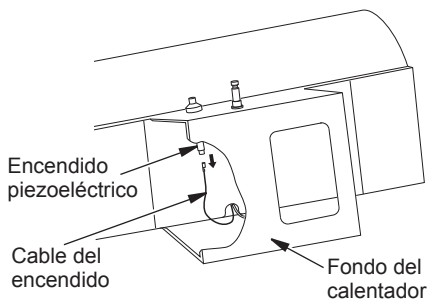

Figura 12 - Extracción del cable del encendido piezoeléctrico
2. Quite del encendido piezoeléctrico el cable negro de encendido. Acceda al cable del encendido por el fondo de la base del calentador (consulte la figura 12). Empuje el cable hacia arriba y a través de la muesca en el panel de relleno.